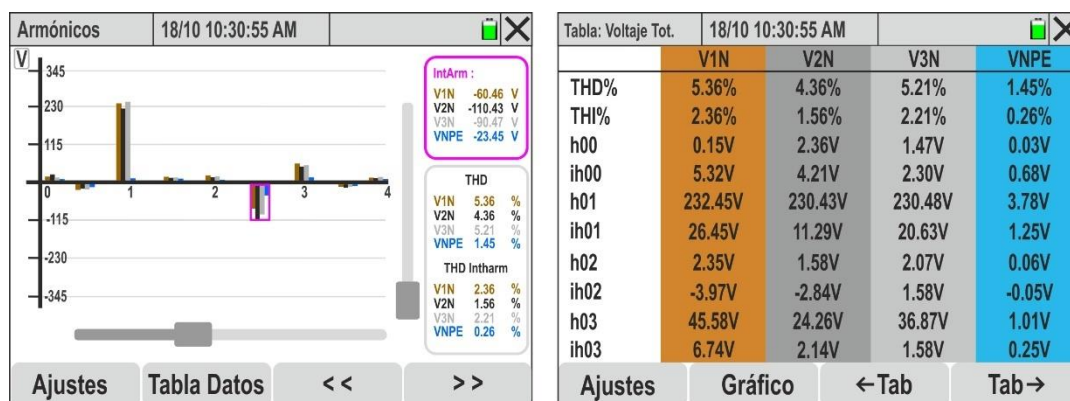

Fig. 55: Análisis armónico de las tensiones en formato numérico y gráfico
6. **Con la selección de las 4 tensiones** los gráficos de histograma de las tensiones individuales V1N, V2N, V3N y VNPE se muestran en la Fig. 55 - parte izquierda
8. Toque la tecla “**Tabla Datos**” para pasar a la visualización numérica. La pantalla de la Fig. 55 - parte derecha se muestra en el visualizador. Los parámetros “**hxx**” indican la amplitud del armónico xx, mientras que los parámetros “**ihxx**” indican la amplitud del inter-armónico xx para cada canal seleccionado
12. Toque la tecla “**Tabla Datos**” para pasar a la visualización numérica. La pantalla de Fig. 55 - parte derecha se muestra en el visualizador. Los parámetros “**hxx**” indican la amplitud del armónico xx, mientras que los parámetros “**ihxx**” indican la amplitud del inter-armónico xx para cada canal seleccionado
16. Toque la tecla “**Tabla Datos**” para pasar a la visualización numérica. La pantalla de Fig. 55 - parte derecha se muestra en el visualizador. Los parámetros “**hxx**” indican la amplitud del armónico xx, mientras que los parámetros “**ihxx**” indican la amplitud del inter-armónico xx para cada canal seleccionado